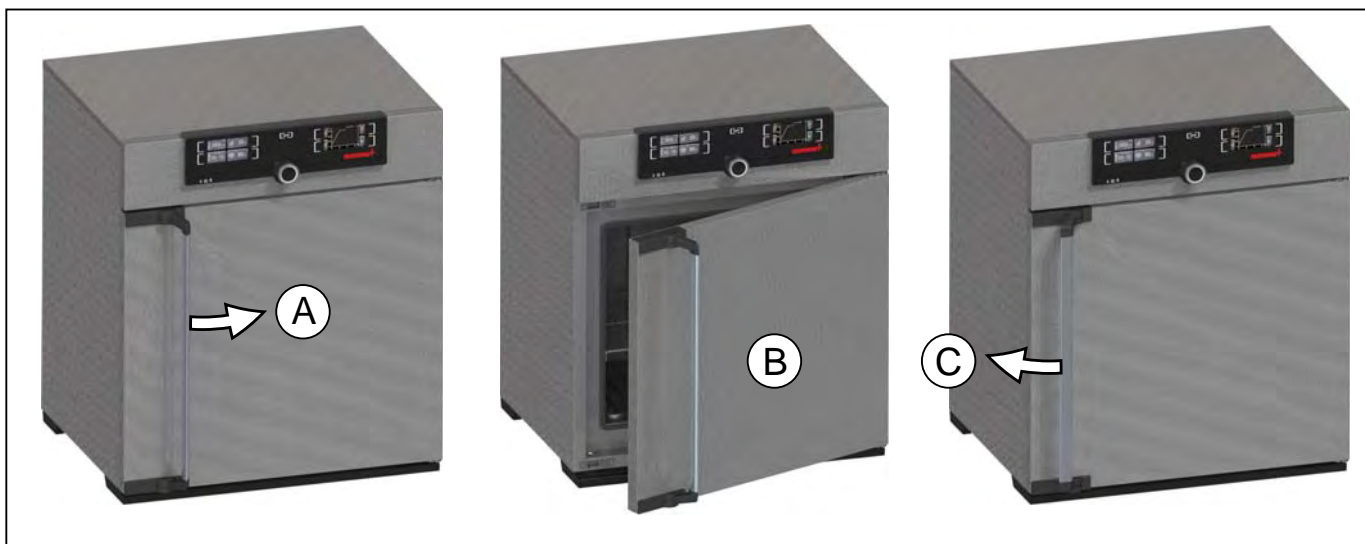

Рис. 13 Открытие и закрытие дверцы
- ▶ Для открытия дверцы поверните ручку вправо или влево, в зависимости от варианта установки дверцы (см. Рис. 13, А). В случае наличия высокой температуры внутри камеры дверца сначала слегка приоткрывается для выпуска горячего воздуха. Затем дверцу можно открыть полностью (В).